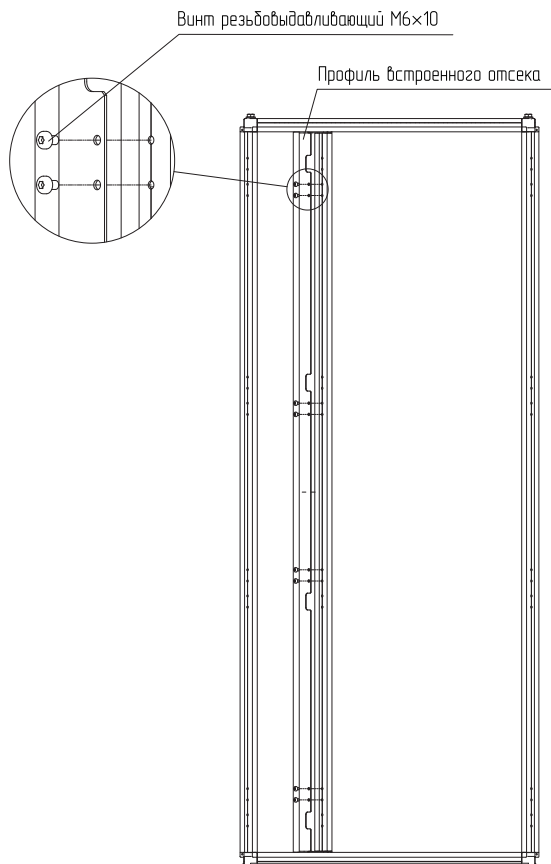

Рисунок 3
4.1.3 Установить профиль встроенного отсека в каркас и закрепить винтами М6×10 (рисунок 3). Момент затяжки – 7 Н·м.